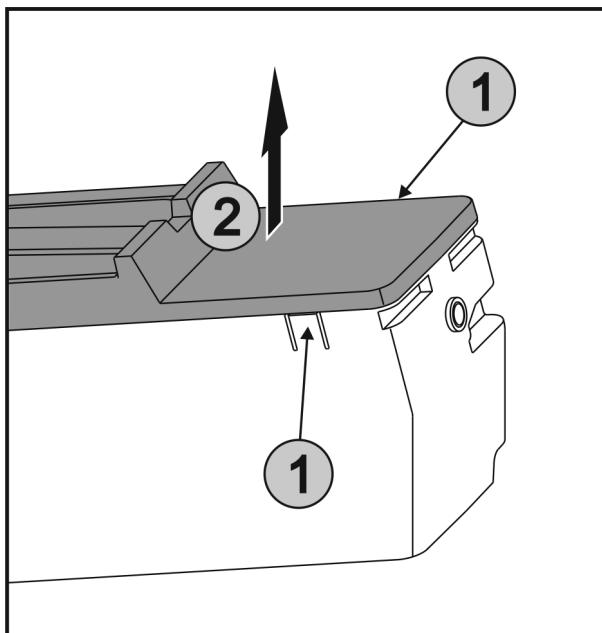

Fig. 39
- Одновременно нажать на накладки Fig. 39 (1) на обеих сторонах EasyTwist-Ice и снять крышку Fig. 39 (2) движением вверх.